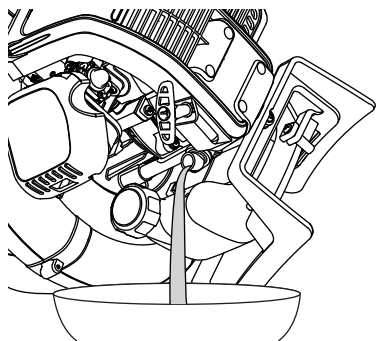

Fig. 21
2. Vierta el aceite fuera del orificio de llenado de aceite en un recipiente inclinando la unidad hasta una posición vertical (Fig. 21). Deje suficiente tiempo como para completar el drenaje.